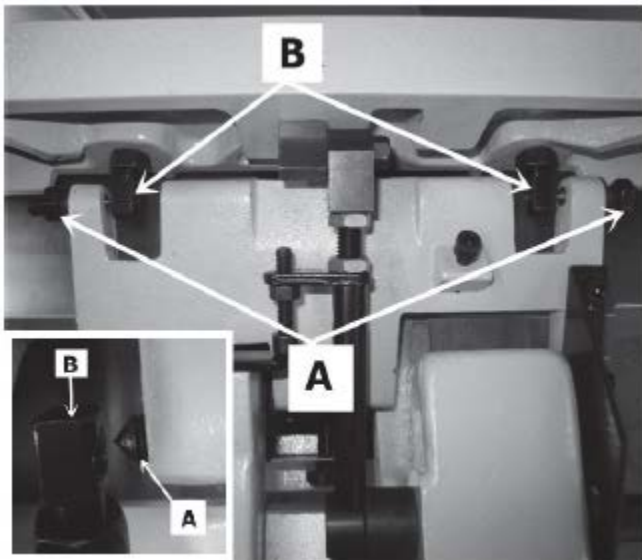

Рис. 25
4. Ослабить два винта с конусными концами, расположенные на суппорте параллельного упора, рис. 25, А), совместить с двумя гайками на параллельном упоре (рис. 25, В).
5. Затянуть винты, регулируя гибкость параллельного упора его наклоном. После крепления параллельного упора и получения требуемой гибкости, затянуть гайку на винтах с конусным концом (рис. 25, С).